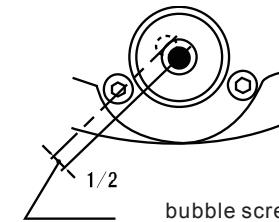

Fig.11
(II) Utiliser une clé pour régler la vis à bulles pour amener la bulle d'air en position centrale. (Figure 11)
(3) Répétez (I) (II) jusqu'à ce que la bulle d'air reste en position centrale lorsque l'instrument tourne dans n'importe quelle direction.